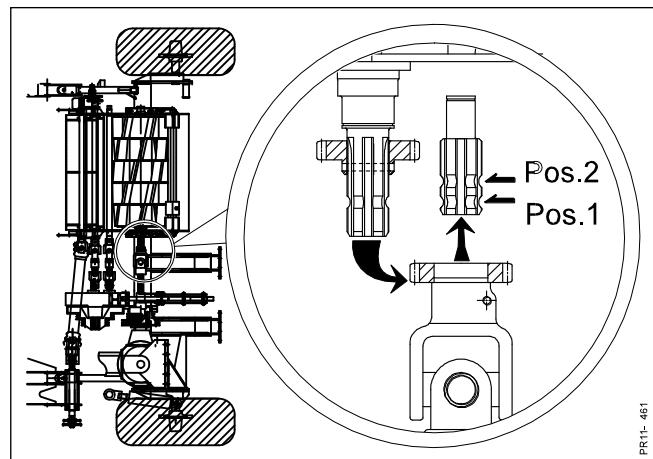

Fig. 4-21
- Fig. 4-21** 4. Luk alle skærme.